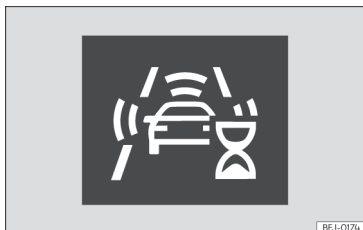

Fig. 109 En la pantalla del cuadro de instrumentos: indicación de autocalibración inicial del sistema.
- Durante los primeros instantes de conducción tras conectar el encendido, a causa de la autocalibración inicial del sistema. Durante ese periodo se muestra un icono de estado **»» fig. 109.**